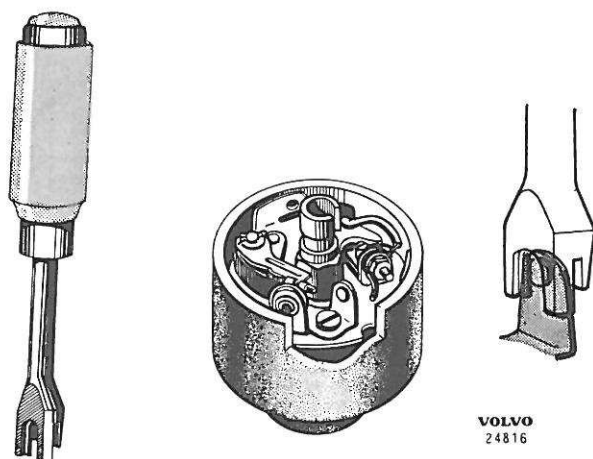

Figure 78. Réglage de l'ajustement des contacts
5. Si les contacts ont été remplacés, veiller à ce que les contacts neufs soient correctement réglés en hauteur et qu'ils s'appliquent uniformément l'un contre l'autre. Le contrôle se fait à l'aide d'un outil à détalonner (par exemple Bosch EFAW 57). Seul le contact fixe peut être fléchi comme le montre la figure 78. Régler la distance et vérifier la pression de contact.